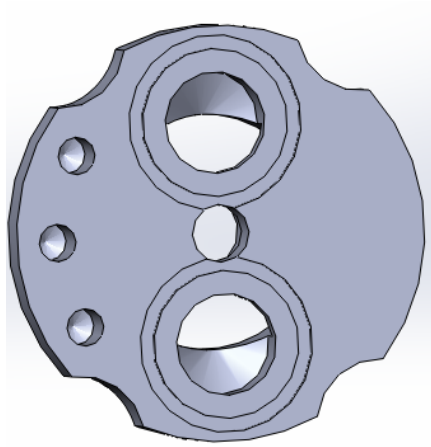

Рис. 22
17. Завершуємо створення отвору, затвердивши ескіз. Результат на (Рис. 22).